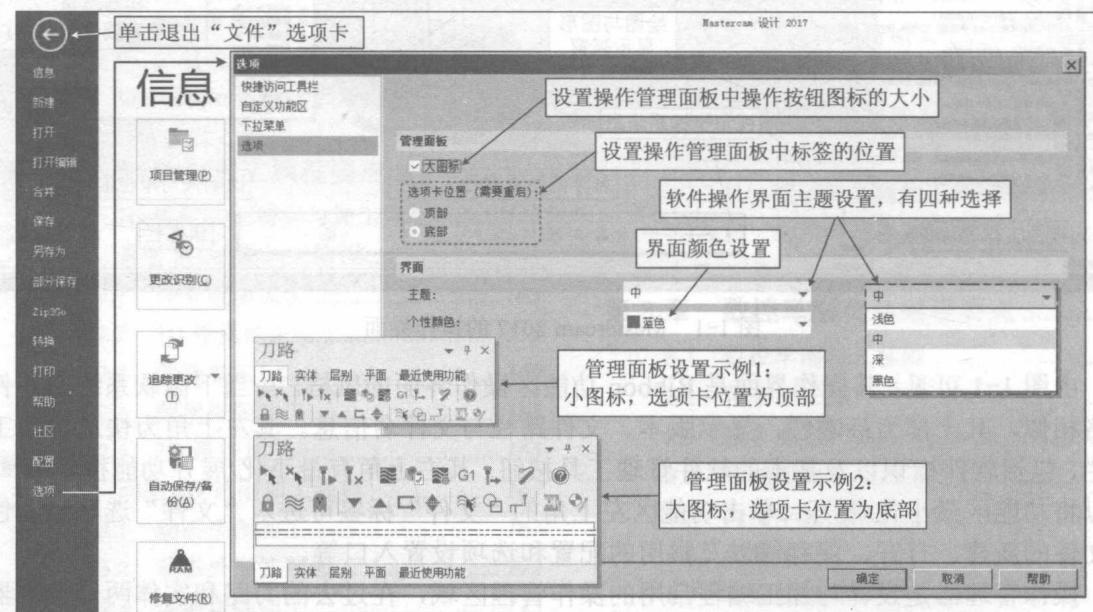
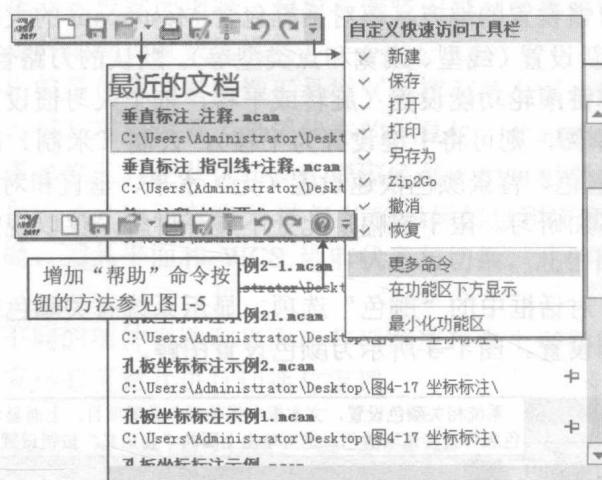
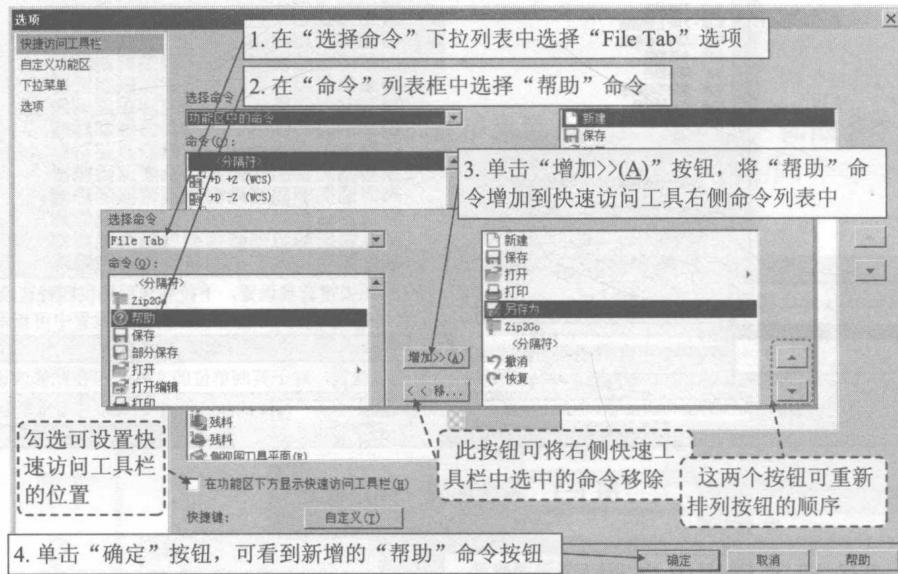
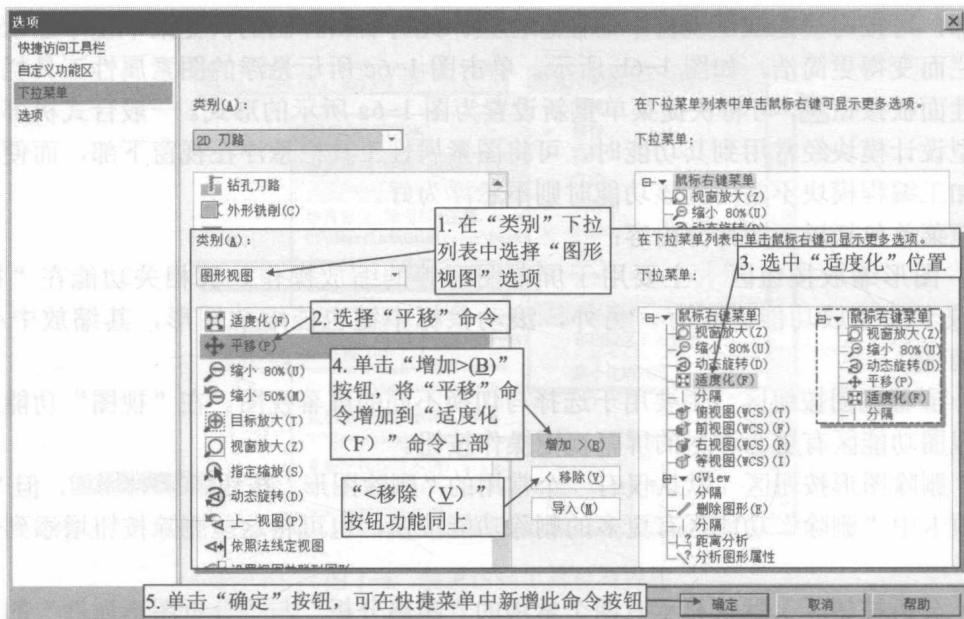

图 1-2 “文件”选项卡及“选项”对话框设置图解
图 1-4 快速访问工具栏及操作
图 1-5 快速访问工具栏及设置示例
图 1-7 快捷菜单增加工具按钮设置图解
单击功能操作区左侧的“文件”标签，可切换至“文件”选项卡，如图 1-2 所示。“文件”选项卡左侧显示有相关的操作命令，大部分命令顾名思义即可操作。
单击“文件”选项卡中的“选项”命令，可激活“选项”对话框（注：该对话框还可以通过快速访问工具栏右侧的下拉菜单中的“更多命令”激活），图 1-2 中显示了“选项”标签关于管理面板与操作界面等的设置图解。
快速访问工具栏是 Ribbon 风格功能区操作界面的主要组成部分，如图 1-4 所示，最左端为 Mastercam 2017 的标识，然后是常用的命令，默认有新建、保存、打开、打印、另存为、Zip2Go、撤消与恢复等。其中，单击“打开”命令按钮右侧的下拉菜单图标▼可快速访问最近的文档；单击最右侧的自定义快速访问工具栏按钮，可弹出自定义快速访问工具栏下拉菜单，单击“新建”至“恢复”之间的各命令，可取消勾选（或勾选），设置快速访问工具栏中是否显示相应命令，各按钮的排列顺序可按自己的操作习惯在“选项”对话框中调整，如图 1-5 所示。
单击“更多命令”命令，弹出“选项”对话框（该对话框还可在“文件”选项卡的“选项”命令启动，参见图 1-2），如图 1-5 所示，其有四个选项标签，其中第一项标签可对快速访问工具栏进行设置，包括命令按钮的增添与排序，并可设置快速访问工具栏在功能区
下部或上部。图 1-5 所示显示有增添帮助命令按钮的操作图解，其结果参见图 1-4。
另外，快捷菜单还可以根据用户习惯增加命令按钮。图 1-7 所示为增添“平移”命令按钮 平移(P) 至“适度化”按钮 适度化(F) 上面位置的操作图解。该“选项”对话框可从“文件”选项卡中的“选项”命令调出，也可从图 1-4 所示的自定义快速访问工具栏下拉菜单中的“更多命令”命令调出。